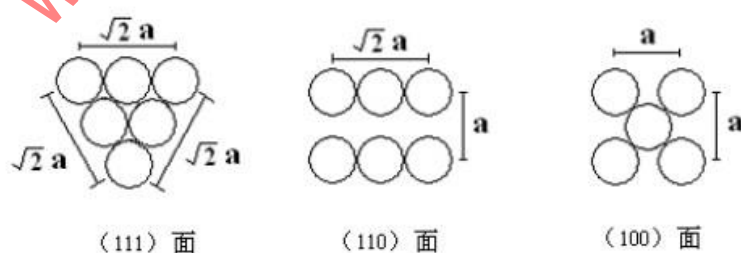

图 2-1 MgO 晶体中不同晶面的氧离子排布示意图
(a) (111)、(110) 和 (100) 晶面上的氧离子排布情况如图 2-1 所示。